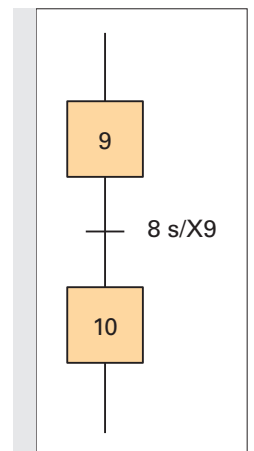
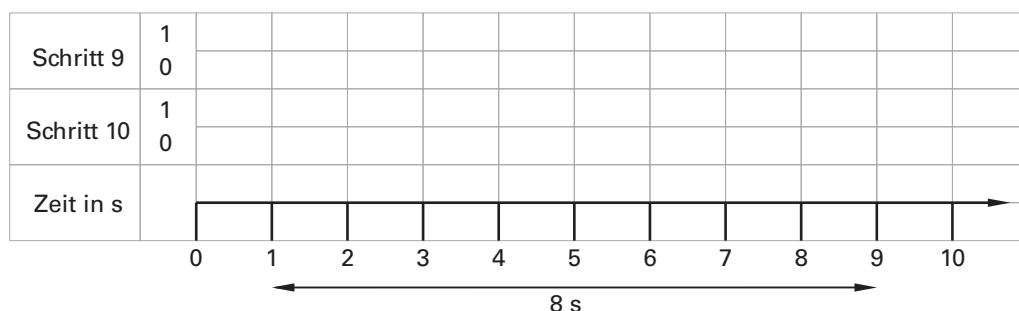

Bild 3: zeitgebundene Transition
Bild 4: Ablaufdiagramm zur zeitgebundenen Transition aus Bild 3
**Bsp. 2.:** 8 s nach Beginn von Schritt 9 soll automatisch in Schritt 10 weitergeschaltet werden. Beachten Sie die Schreibweise der Transition im **Bild 3**.
Ergänzen Sie, entsprechend der Transition aus **Bild 3**, den Signalverlauf im Diagramm (**Bild 4**): Beachten Sie hierzu die Grundregeln auf Seite 8.